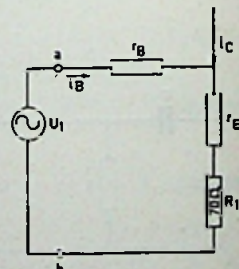

Fig. 10
a. Fig. 10 geeft het wisselstroom-ingangsvervangschema. Hierin is r_B = 2000 Ω en r_E = 30 Ω. Door r_B vloeit alleen i_B; door r_E en R₁ vloeit i_B + i_C = 51 i_B. De ingangsspanning is nu U₁ = i_B · r_B + 51 i_B (r_E + R₁) = i_B (2000 + 5100) = 7100 i_B volt. De ingangsweerstand tussen a en b is dus 7100 Ω.